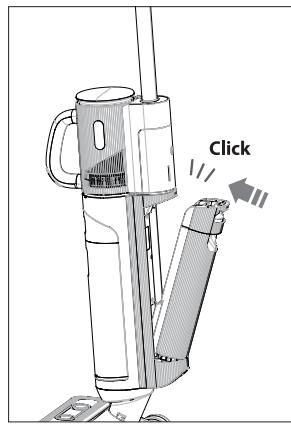

Fig. 8 – Colocación del depósito de agua
- ▶ Inserte el depósito de agua limpia en la ranura de la parte trasera del aparato ligeramente inclinado y presione el depósito de agua limpia hasta que encaje de forma audible y quede firmemente asentado (**véase Fig. 8**).